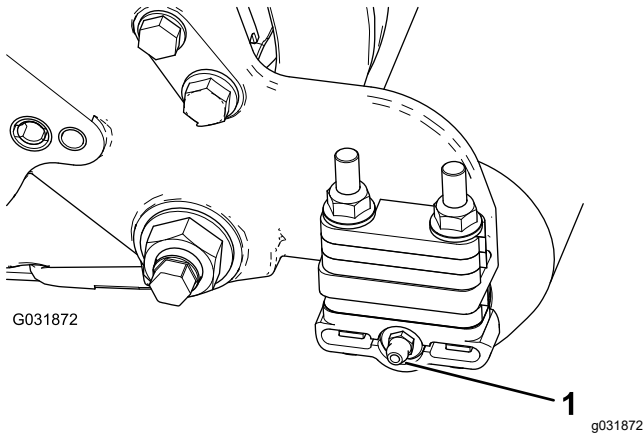

Figure 7
1. Déposez le graisseur du rouleau sur le côté de l'unité de coupe sur lequel est fixé le carter de brosse (Figure 7).